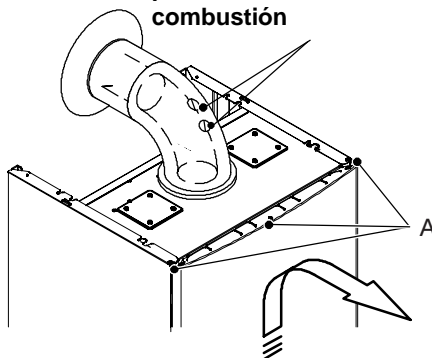

Fig. 9.1 Vista frontal
- 1 Extraiga los tornillos "A" y el tablero frontal desplazándolo hacia arriba para liberarlo de los ganchos inferiores **Fig. 9.1**